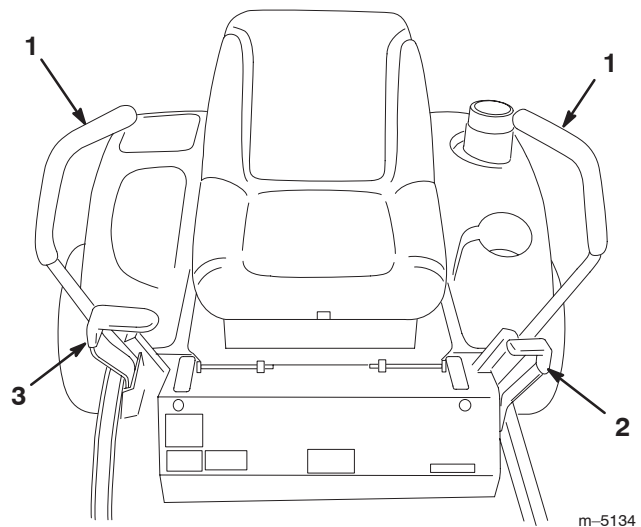

Figure 4
1. Mettez les leviers de commande de déplacement (Fig. 4) en position de verrouillage du point mort.